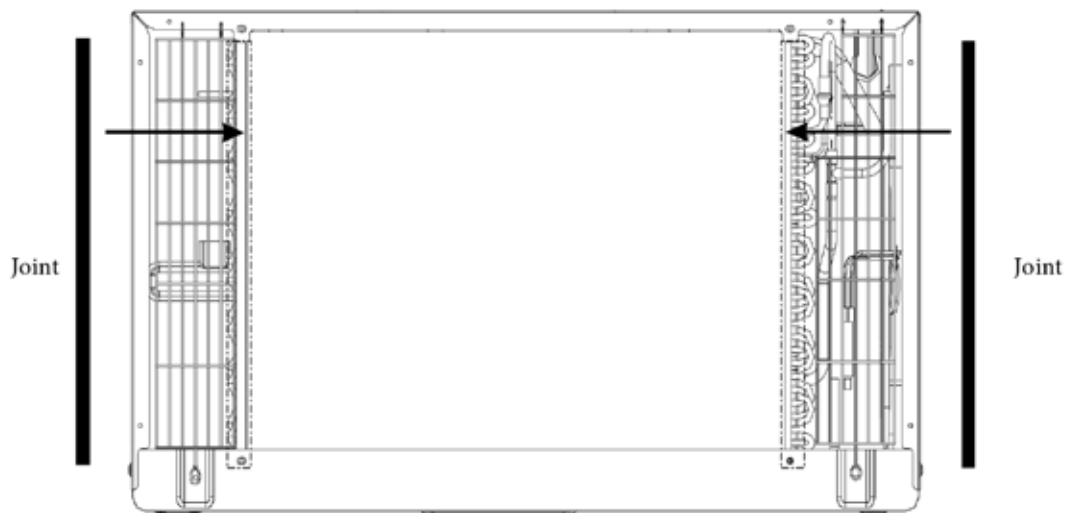

FIG. 1
1. Fixez les 2 joints d'étanchéité de 1" x $\frac{3}{8}$ " x 14" comme indiqué à la Fig. 1.